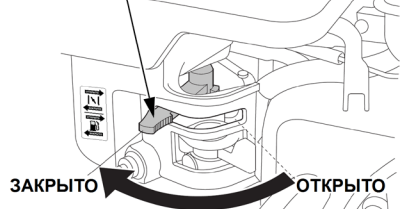

Рис. 22 Рычаг управления воздушной заслонкой
2. Закройте воздушную заслонку карбюратора. Для этого переведите рычаг управления воздушной заслонкой (белого цвета) в крайнее левое положение (Рис. 22).